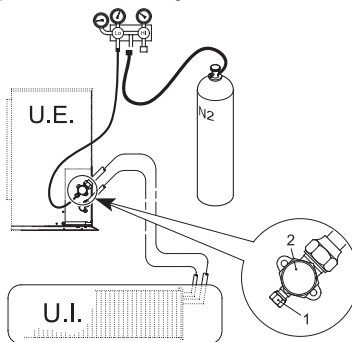

fig. 19
- Con le valvole di servizio dell'unità esterna completamente chiuse rimuovere il tappo della presa di servizio (1-Fig.19) ed il bocchettone (2-Fig.19) della valvola del gas (la più grande)